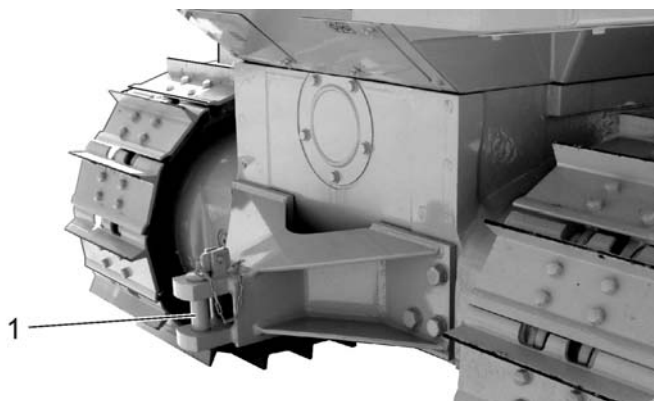

Рис. 3.5. Расположение тягово-сцепного устройства на машине
2. Прикрепить буксирный трос или жесткий буксир достаточной прочности к буксирному крюку (1, Рис. 3.4.) или к шкворневому тягово-сцепному устройству (1, Рис. 3.5.).